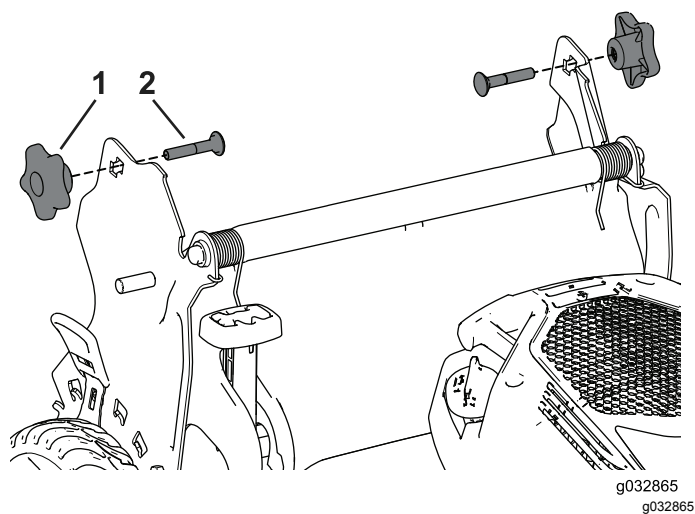

Figura 25
4. Inserte el perno de cuello cuadrado (con la cabeza del perno hacia el interior) a través del soporte del manillar y del orificio superior del extremo del manillar. Asegúrese de que los bordes cuadrados de cada perno de cuello cuadrado entre en el orificio cuadrado superior o inferior de su soporte del manillar relacionado (Figura 25).